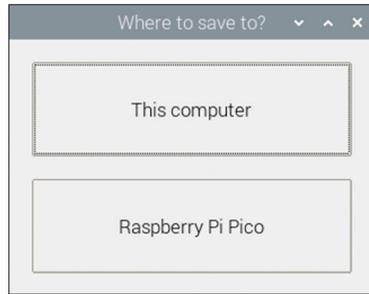

Figure 2.7 : cliquez sur **Raspberry Pi Pico** pour enregistrer votre programme.
- Cliquez sur *Fichier* puis sur *Enregistrer sous* et donnez un nom à votre programme, par exemple **FirstProg**. Vous avez la possibilité d'enregistrer le programme soit sur votre PC (*Cet ordinateur*), soit sur le Pico (*Raspberry Pi Pico*). Cliquez sur *Raspberry Pi Pico* pour l'enregistrer sur le Pico (**figure 2.7**). Entrez le nom de votre programme (**FirstProg**) et cliquez sur *OK* (remarquez que le fichier est enregistré avec l'extension **.py**).